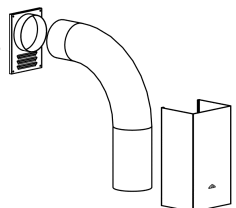

рис. 6
6.3 В зависимости от режима эксплуатации вытяжки соедините вентилятор при помощи переходника с вентиляционной решеткой воздуховодом (рис. 6) или установите на вентилятор угольные фильтры.